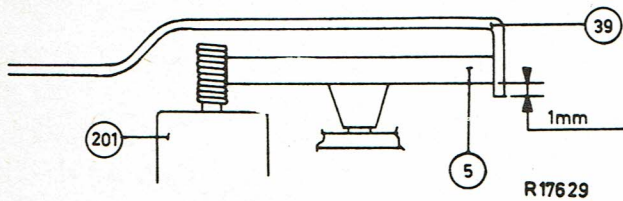

Fig. 22
2. Le côté inférieur de la surface de roulement des roues intermédiaires doit marcher un mm au minimum au-dessus du côté inférieur du plateau (voir la fig. 22). A ajuster éventuellement en recourbant légèrement les équerres 209.